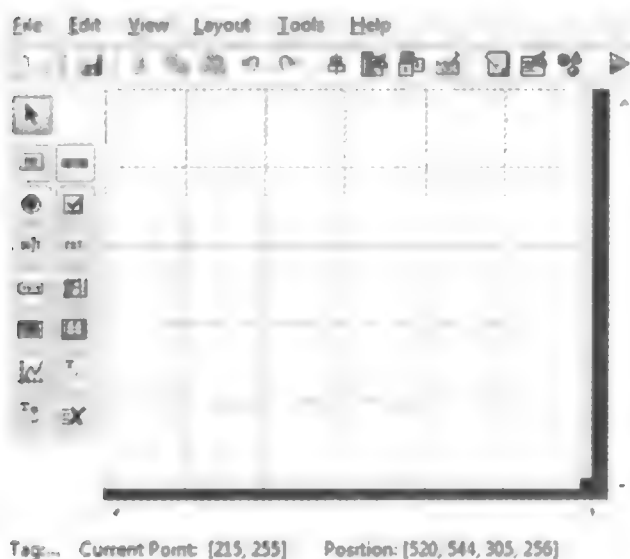
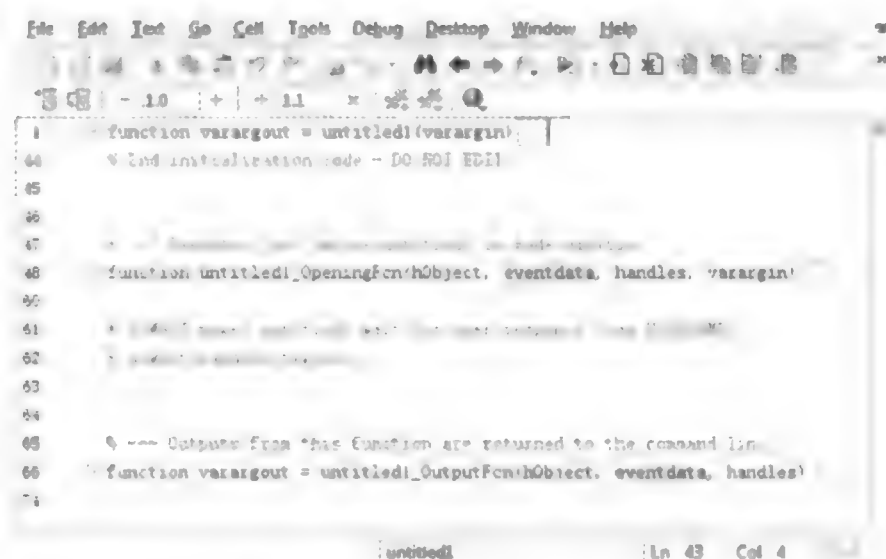

图 3.7.14 GUI 编辑窗口
图 3.7.15 回调函数编辑窗口
(3) 确定后,系统打开 GUI 编辑窗口与回调函数编辑窗口,如图 3.7.14 和图 3.7.15 所示。